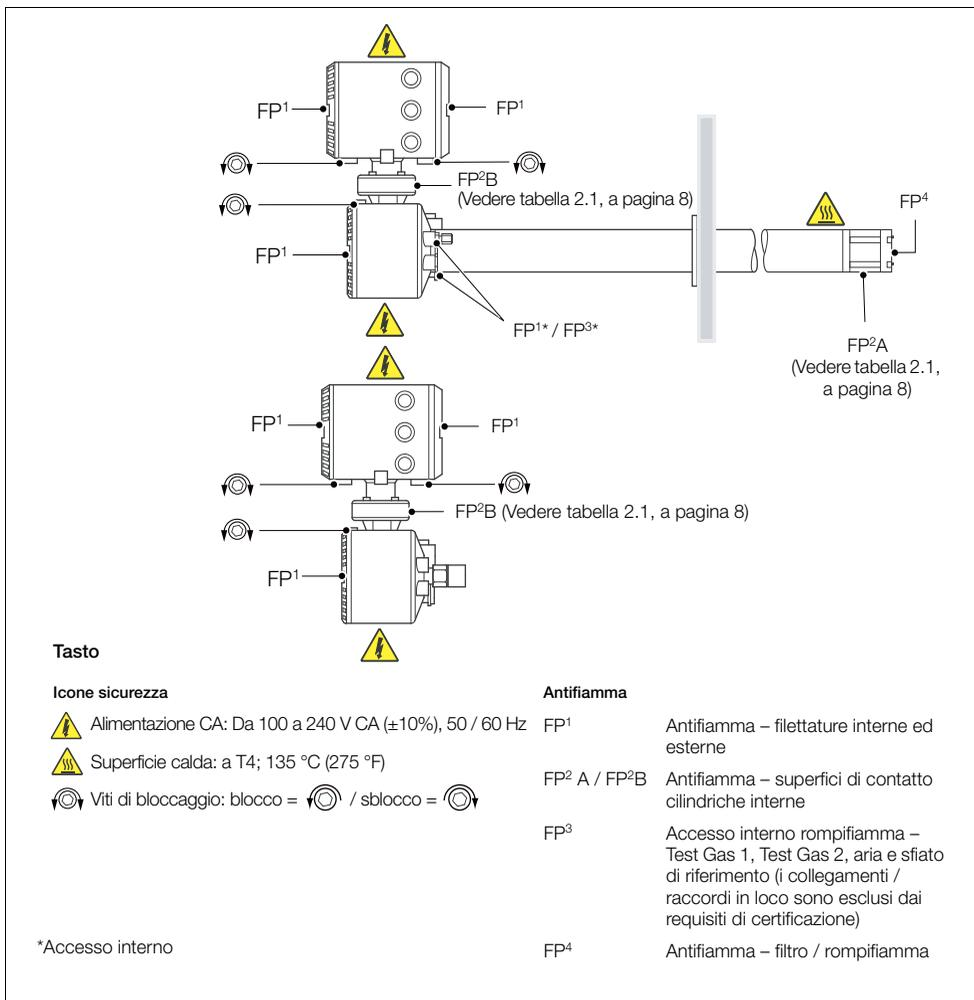

Fig. 2.1 Posizioni antifiamma e Principali aree di sicurezza del prodotto
**Avvertenza.** Prima dell'installazione e/o manutenzione, fare riferimento alla Fig.2.1 , a pagina 9 per familiarizzare con:
Per consentire il controllo delle dimensioni, la Tabella 2.1 contiene i valori e la tolleranza dei giunti tipo spigot per il montaggio della sonda – fare riferimento alla Fig. 2.1, pagina 9 per le posizioni antifiamma FP2A e di FP2B.